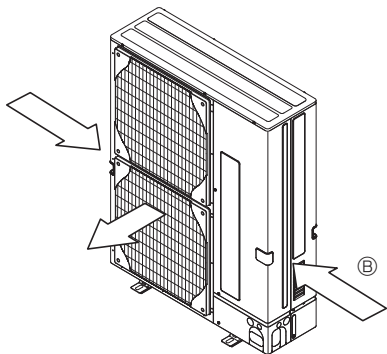

Fig. 2-5
③ Jeśli to możliwe, należy tak ustawić jednostkę zewnętrzną, aby kierunek wylotu powietrza był prostopadły do kierunku wiatru w danej porze roku. (Fig. 2-5).